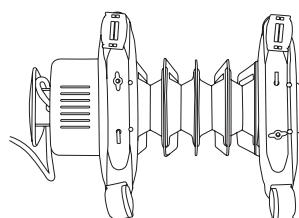

Рис. 4
- Соединить одну из опорных ножек (2) с двумя роликами (1).
- Закрепить гайками (3).
- Перевернуть обогреватель нижней частью вверху, как показано на Рис. 4.
- Продеть металлический держатель (4) через фиксатор.
- Прикрепить опорную ножку с колесиками посредством металлического держателя (4) и винтов (5) к нагревателю.